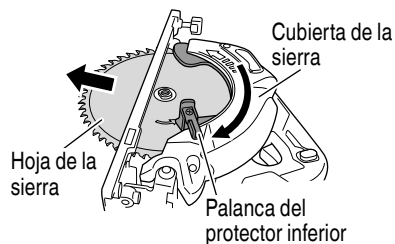

Fig. 10
- Presione la palanca de bloqueo, bloquee el husillo y quite el perno de brida hexagonal junto con la arandela (B) con la llave de barra hexagonal de 5 mm.
- Mientras mantiene sujeta la palanca del protector inferior para mantenerlo totalmente replegado en el interior de la cubierta de la sierra, retire la hoja (Fig. 10).